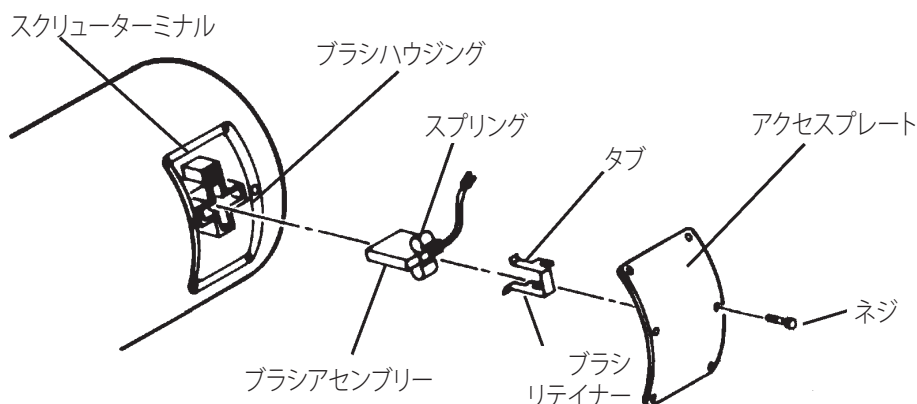

図 4-1.モーターブラシ
2. モーターブラシにアクセスするには、アクセスプレートを固定している6個のネジを外して、プレートを取り除きます(図4-1参照)。